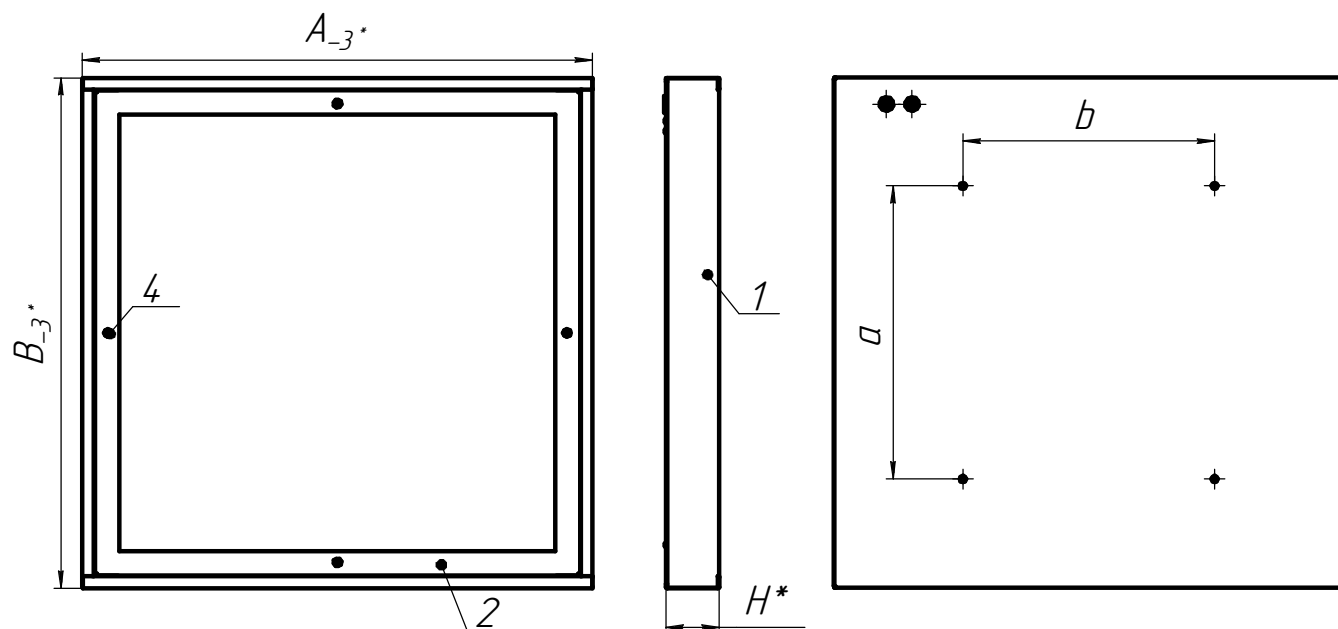

Рисунок 1 - Светильник ДПО15
- 6.3 Снимите обечайку (поз.2) рисунок 1, предварительно открутив 4 винта (поз.4).
- 6.7 Установите обечайку в сборе (поз.2) рисунок 1, на корпус в сборе (поз.1), предварительно закрутив 4 винта при помощи отвертки (поз.4).